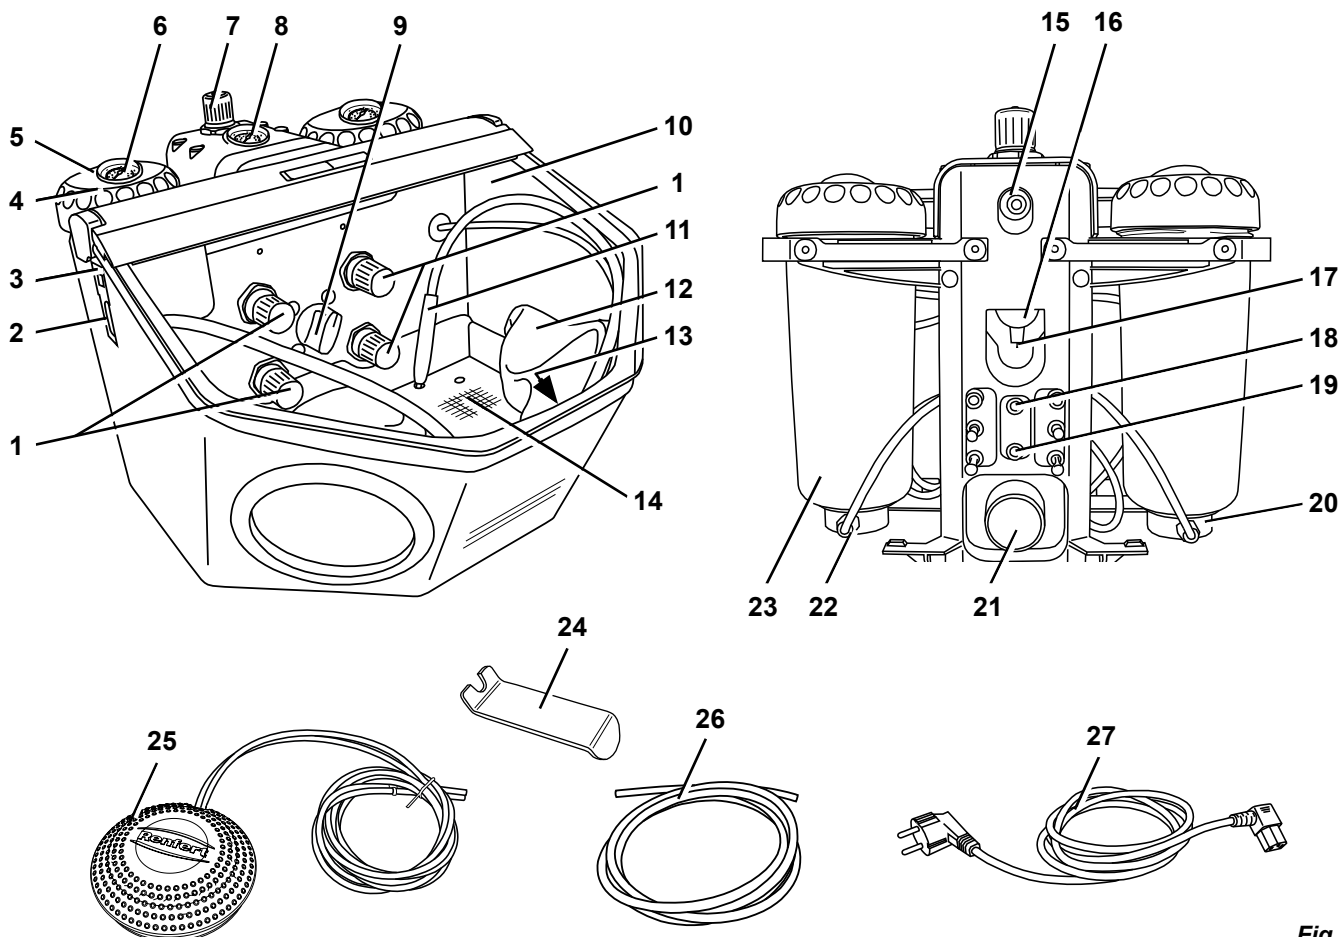

Fig. 1
- Inserir até o limite a mangueira de ar comprimido (26) na conexão (15). Nisto é perceptível uma leve resistência que é necessário vencer.
- Verificar se a pressão de ligação se encontra dentro do intervalo necessário (ver Dados técnicos). A indicação da pressão é exibida no manômetro (8, Fig. 1).
O bico soprador (13, Fig. 1) pode ser utilizado para remover resíduos de material de jateamento e poeiras.
- Com o seletor (9, Fig. 1), selecionar o depósito de jateamento.
- Pressionar o pedal de acionamento (25, Fig. 1).